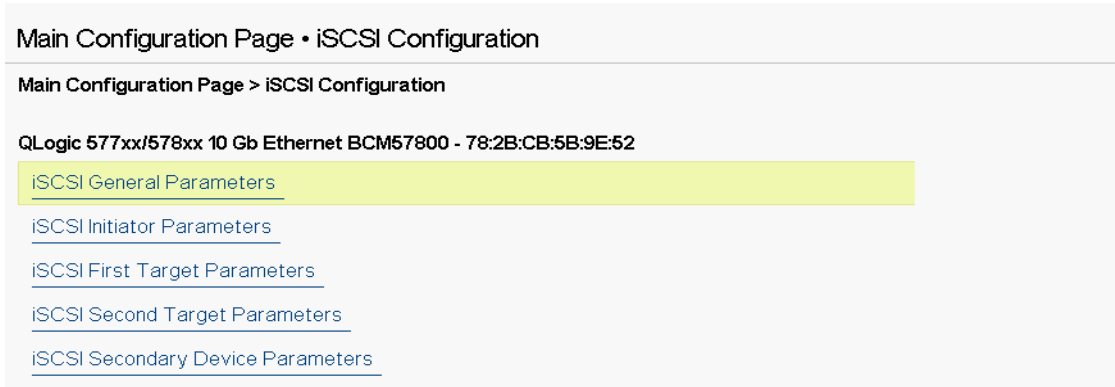

Figura 10-2. UEFI, Configuração iSCSI
2. Configure o software de inicialização QLogic iSCSI para configuração estática ou dinâmica no CCM, UEFI (veja a Figura 10-2), QCC GUI ou QCS CLI.